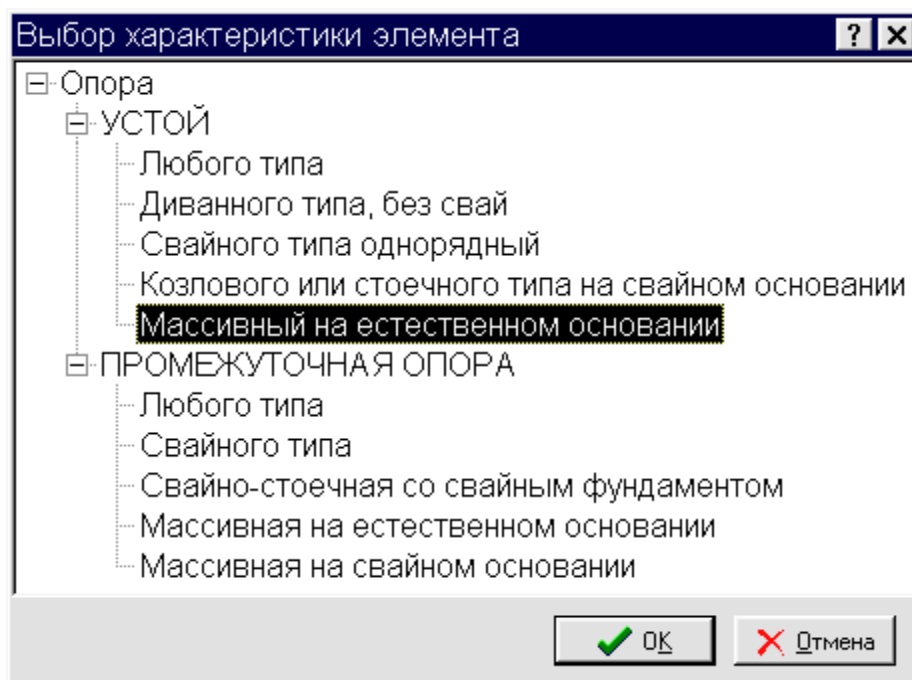

Рис. 66. Диалог выбора типа опоры
2. Тип опоры[...]	Поле для выбора типа опоры. На рис. 66 показан диалог выбора типа опоры, на котором приведены все используемые типы опор.  Это же поле, но с названием "Характеристика элемента", содержится в форме "Износ" (см. табл. 9), но изменить тип опоры можно только в этом диалоговом окне.
В "МостИнфо" используется 10 различных типов опор, предусмотренных в РДН. Диалог выбора типа опоры приведен на рис. 66.